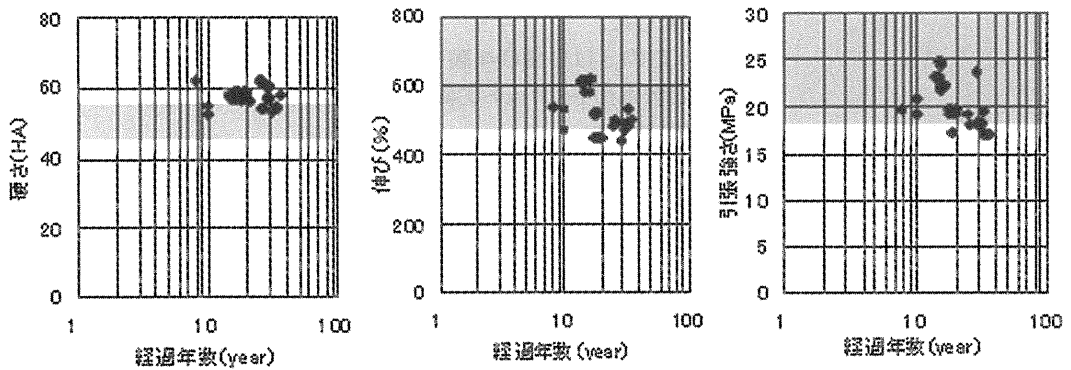

図3-1 長期間使用されたゴム輪の物性(着色部は規格値)
- ①紫外線による劣化
- ②酸素による劣化
- ③オゾンによる劣化
- ④熱による劣化
通常、地中埋設されている水道管路では、①～④の影響はほとんどないためゴムの劣化は極めて緩慢であると考えられます。実際に40～50年使用されたゴム輪の物性にほとんど変化がなく、水密性も確保されていることを確認しております(図3-1参照)。